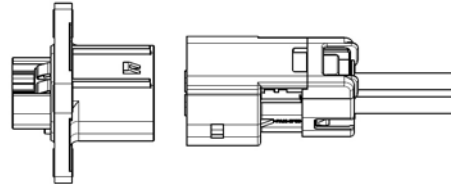

Fig.22
- 6.1. Fig.22 に示されるようにメスコネクタとオスコネクタを平行に並べます。